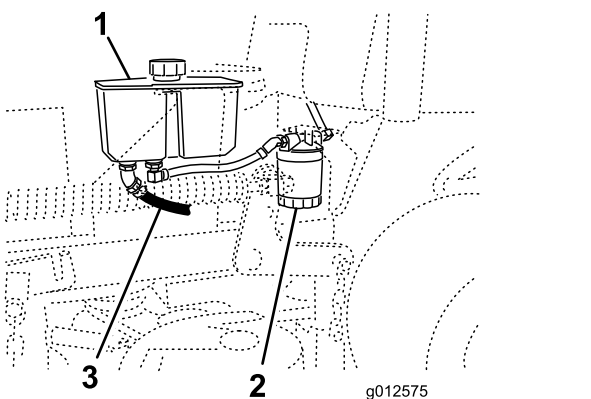

Figura 69
4. Individuate il flessibile idraulico anteriore sotto il serbatoio idraulico e collocate una bacinella di spurgo sotto il serbatoio (Figura 69).